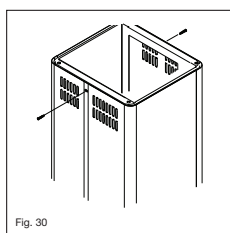

Fig. 30
- Tome la parte superior del ducto decorativo y fíjelo lateralmente con 2 tornillos autorroscantes ver fig. 30.